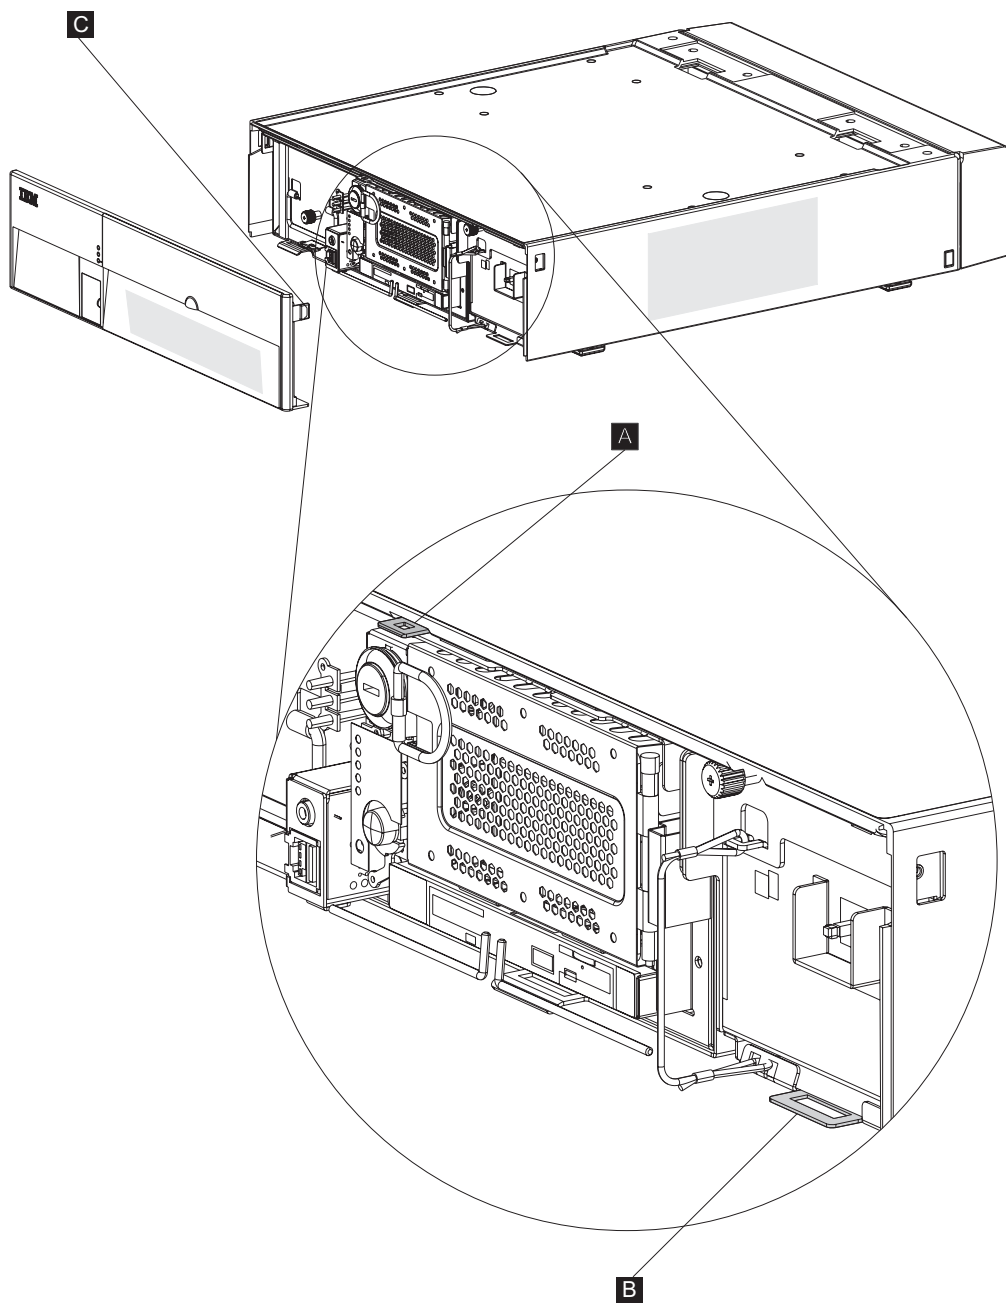

图 20. 放置挡板
1. 找到前挡板底部的搭钩，并将这些搭钩与机架上的插槽（图 20 中的 **B**）对齐。
2. 将侧面的卡口（图 20 中的 **C**）往里推，先插入一端，然后插入另一端。轻推挡板以使之关闭，确保中间的卡口（**A**）锁定到位。